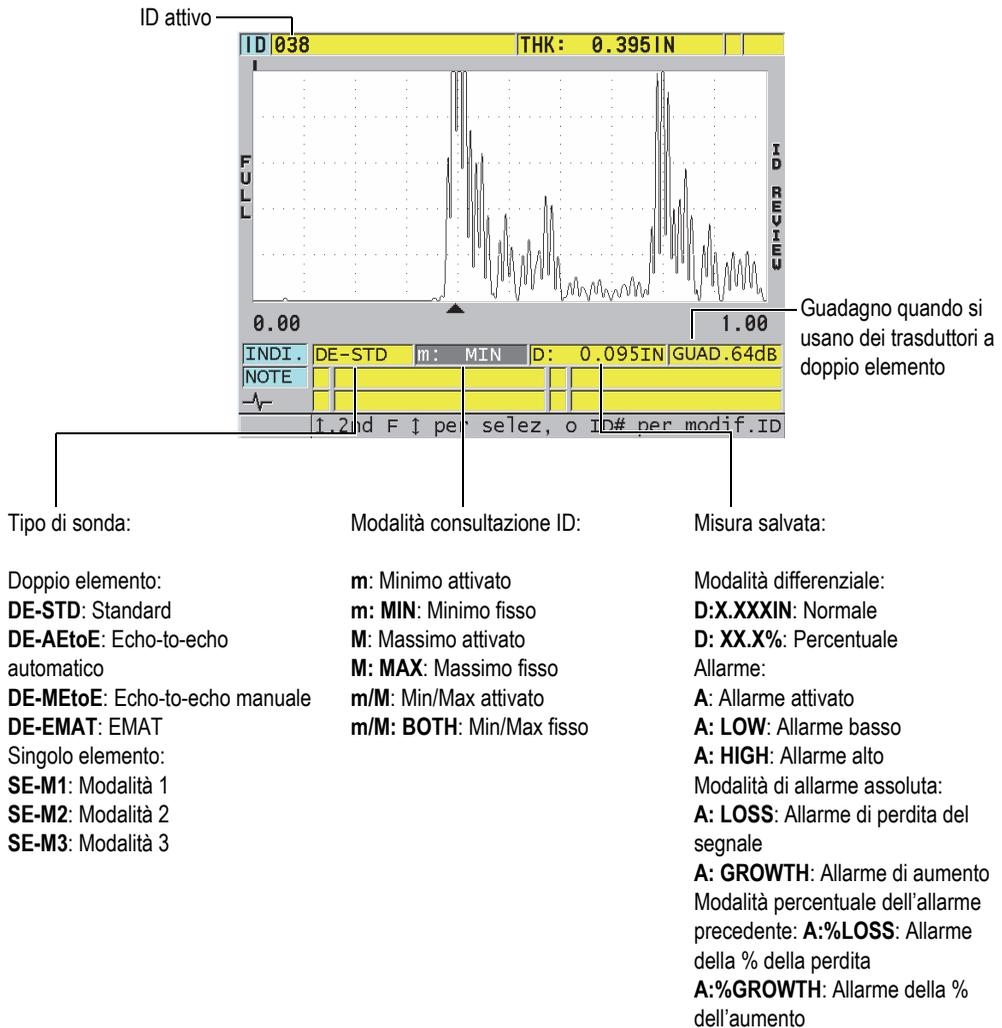

Figura 11-27 Schermata di consultazione dell'ID
La Figura 11-27 a pagina 223 mostra un esempio di schermata di consultazione degli ID e descrive il suo contenuto. L'area al di sotto dell'A-scan contiene gli indicatori di stato che descrivono le misure di spessore salvate e visualizzate. Gli indicatori sono rappresentati dalle stesse abbreviazioni costituite da singole lettere per le parole di stato che vengono trasmesse dal misuratore mediante i comandi di invio (vedere la sezione "Gestione delle comunicazioni e del trasferimento di dati" a pagina 271).
3. Nella schermata di consultazione dell'ID (vedere Figura 11-27 a pagina 223):